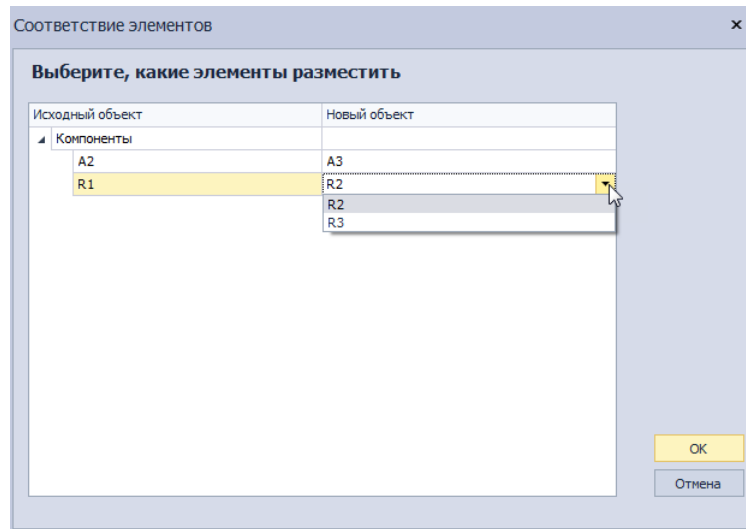

Рис. 377 Выбор компонента, соответствующего копии посадочного места
4. Выбрать в окне «Соответствие элементов» компонент, которому будет соответствовать размещаемая копия посадочного места компонента, и нажать кнопку «ОК», см. Рис. 377. При одновременном